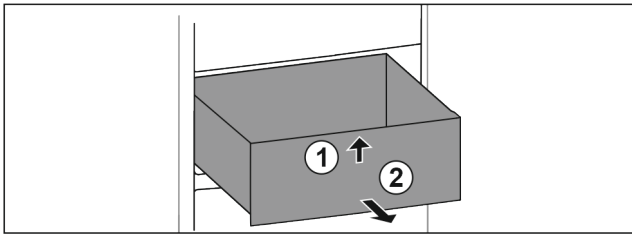

Fig. 63
- ▶ Schubfach vorne anheben. Fig. 63 (1)
- ▶ Schubfach nach vorne entnehmen. Fig. 63 (2)